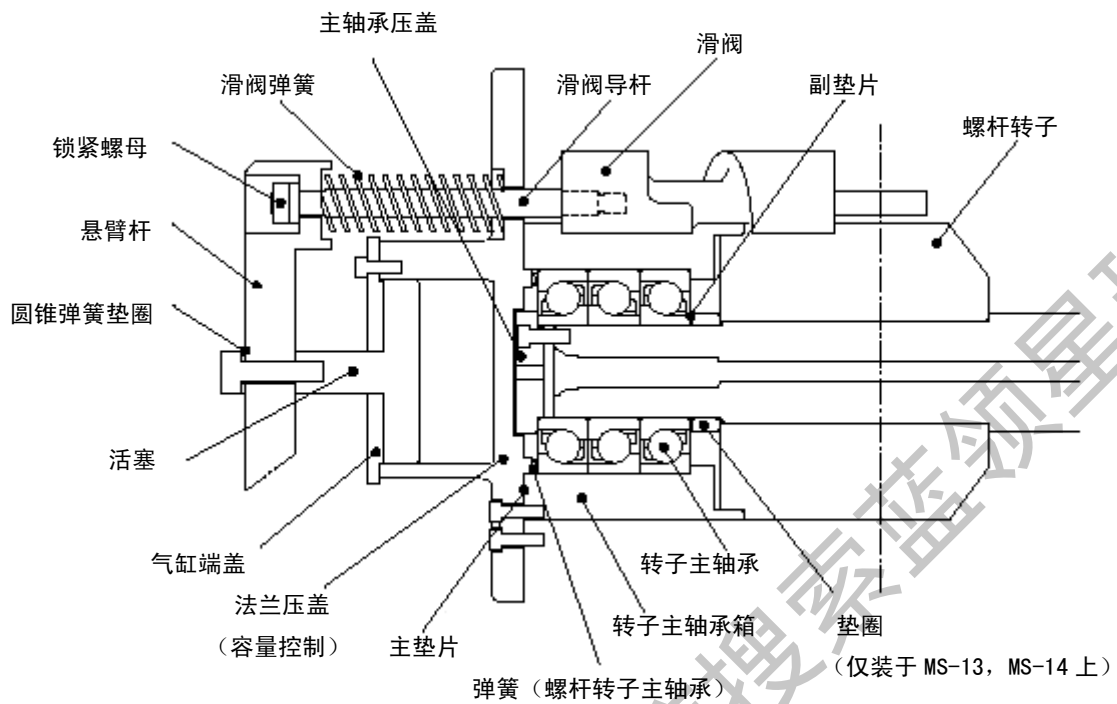

图 1-3 容量控制装置结构图
- 容量控制装置结构图……………图 1-3
- 是否备有垫圈（见图 1-3）